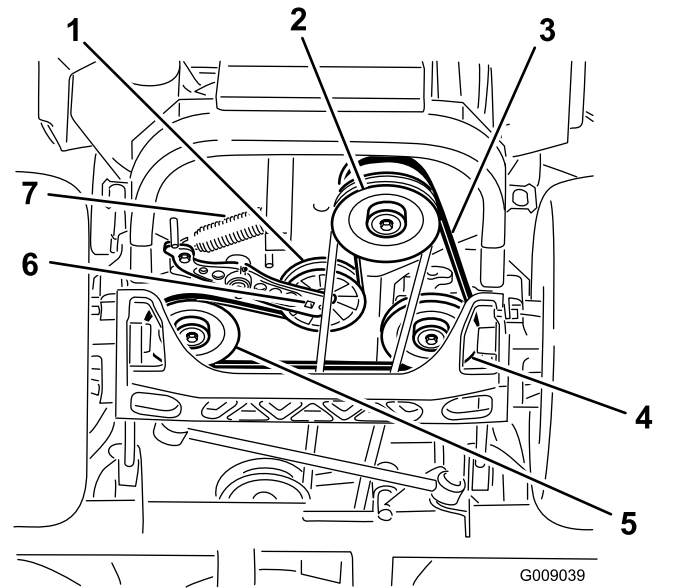

Figura 93
4. Sollevate la macchina e sostenetela su cavalletti (Figura 93).
5. Utilizzate un cricchetto nel foro quadrato del braccio di rinvio per rimuovere la molla del tenditore (Figura 93).
6. Sganciate la molla del tenditore dal telaio (Figura 93).
9. Utilizzate un cricchetto nel foro quadrato del braccio di rinvio per installare la molla del tenditore sul telaio (Figura 93).